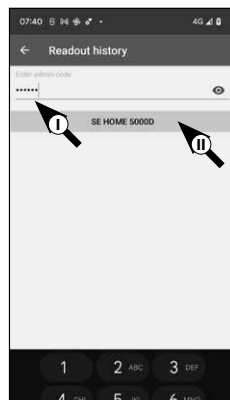

Abb. 128
⑥ Unter dem Eingabefeld finden Sie eine große Taste, welche automatisch mit dem Namen des jeweiligen Zylinders betitelt wird. Tippen Sie sie zur Bestätigung an (II) (Abb. 128).